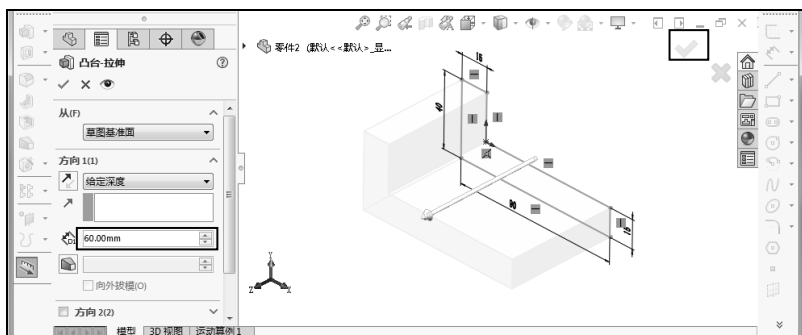

图 1-63 设置拉伸高度
STEP 4 系统打开“凸台-拉伸”属性管理器,如图 1-63 所示,在左侧“拉伸”属性管理器的“方向 1”卷展栏中设置拉伸的高度为“60mm”,并单击“确定”按钮,完成工件的初始拉伸操作。